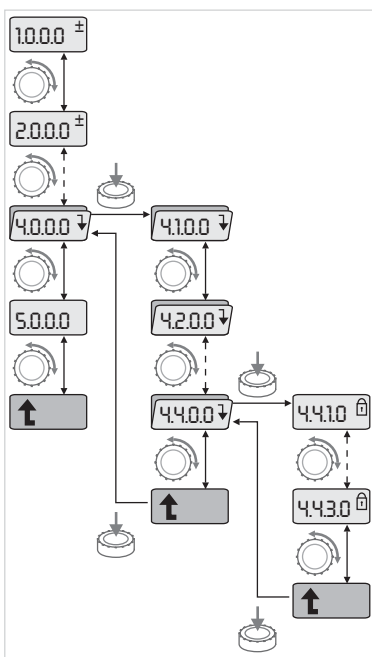

Fig. 33: ejemplo de navegación
- Efectúe la navegación general en el menú de la siguiente forma (ejemplo, véase la Fig. 33):